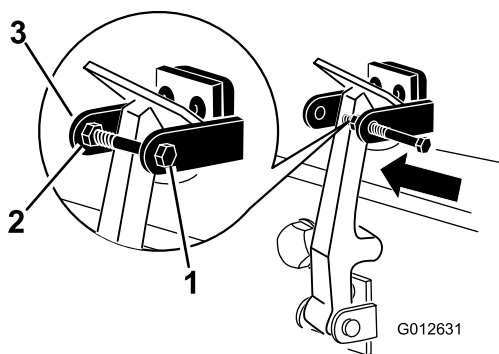

Figura 18
7. Avvitare il bullone nell'altro braccio della staffa di chiusura del cofano per fissare il fermo in posizione (Figura 18).